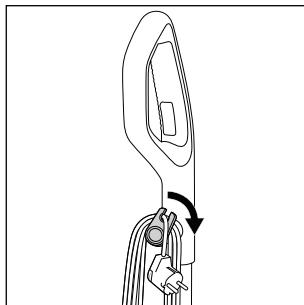

Fig. 12
- ◆ Desenrolle el cable de red ⑯ completamente del enganche superior e inferior del enrollacables ⑯/⑳. Para desenrollar el cable de red ⑯ rápidamente del enrollacables ⑯/⑳, tire del enganche superior del enrollacables ⑯ ligeramente hacia fuera y gírelo hacia abajo (consulte la fig. 12).